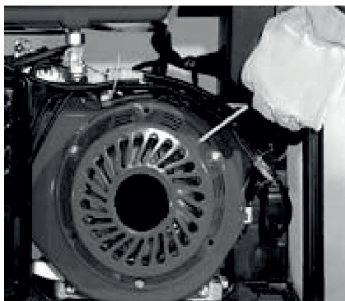

Рис. 12
4. Для пуска электростанции медленно потяните за рукоятку ручного стартера до появления ощутимого сопротивления (Рис. 12), затем резко дерните рукоятку на себя и, не отпуская, плавно верните ее в исходное положение. Если двигатель не запустился, повторите действие еще раз, пока двигатель не запустится.